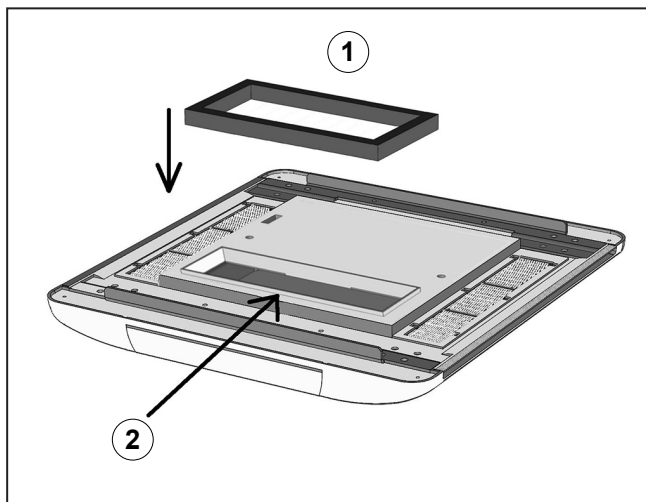

Fig. 11
Placera diffusorn horisontellt och placera den rektangulära ramen av expanderat gummi ("Fig. 11" ref. 2) ovanpå intagsmunstyckets profil ("Fig. 11" ref. 1). Om takets tjocklek är större än 35 mm behöver en andra ram placeras ovanpå den första.